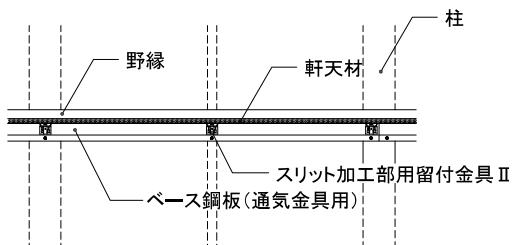

図3 スリット加工部用留付金具IIの施工位置
- スリット加工部用留付金具IIをツメが上がった状態で、軒天下のベース鋼板に500mm以下の間隔で専用ビス($\phi 4.5\text{mm} \times 10\text{mm}$)で留め付けてください。(図3、4、5参照)